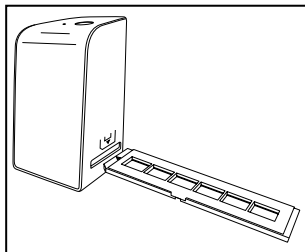

Figure 1
- ◆ Poussez maintenant le support à négatifs 5 avec le triangle repère en avant et bien visible dans le tiroir de droite 4 (voir figure 1).